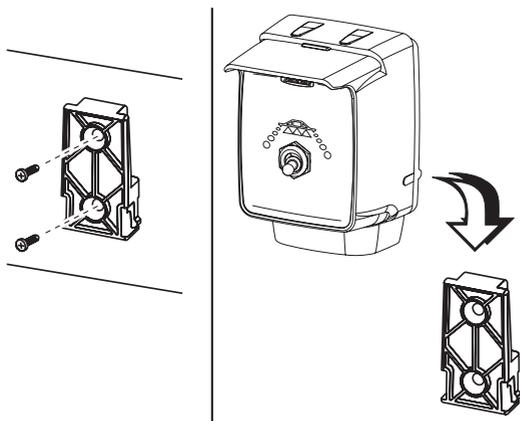

Рис. 9
- Разместите пульт управления в кабине: установите крепежный суппорт посредством специальных болтов (Рис. 9) в месте, которое хорошо просматривается и легко достижимо руками, но вдали от движущихся органов. Внесите пульт в крепежный суппорт, нажмите вниз до блокировки.